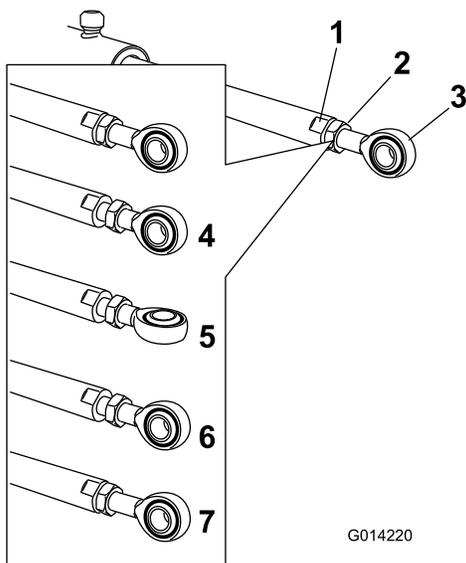

Figura 114
5. Segure a barra do acionador nas partes planas da barra utilizando uma chave inglesa, e depois desaperte a porca de retenção (Figura 114).
- Rode a extremidade da barra na barra do acionador para diminuir ou aumentar o acionador estendido para a posição desejada (Figura 114).